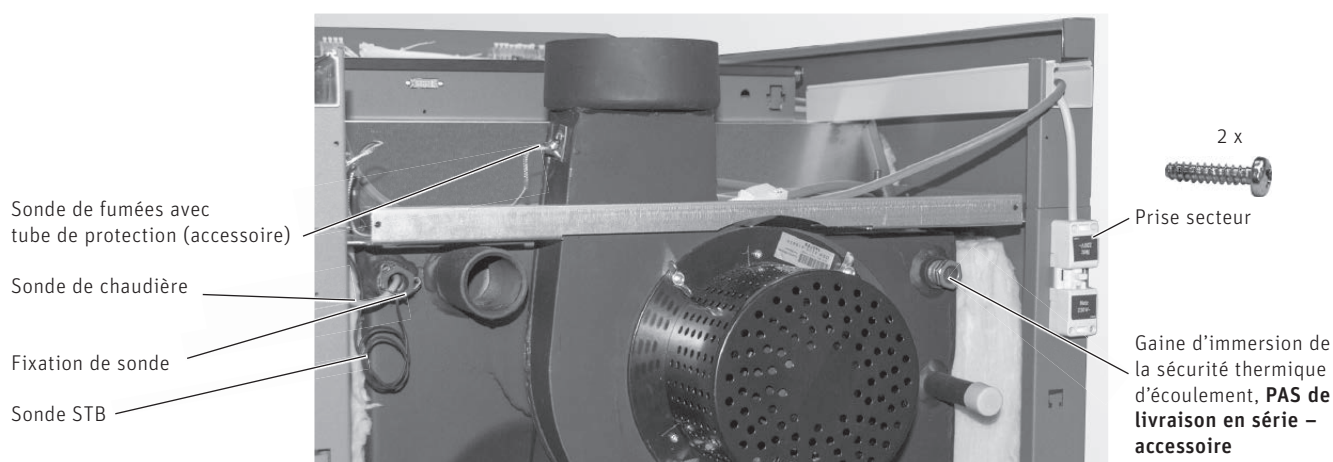

Fig. 55 LogWIN – face arrière
- ▶ Insérer la sonde de chaudière et la sonde du limiteur de température de sécurité (STB) aussi profondément que possible dans la gaine d'immersion, puis les fixer à l'aide d'une fixation de sonde pour éviter qu'elles ne sortent – Fig. 55.
- ▶ Monter la sonde de fumées avec le tube de protection (accessoire) dans la buse de fumées, comme indiqué dans la notice de montage fournie – Fig. 55.
- ▶ Poser le câble secteur dans la conduite de câbles gauche vers l'arrière et visser la prise secteur à l'arrière de la paroi latérale à l'aide de 2 vis à tôle 2,9x16 – Fig. 55.